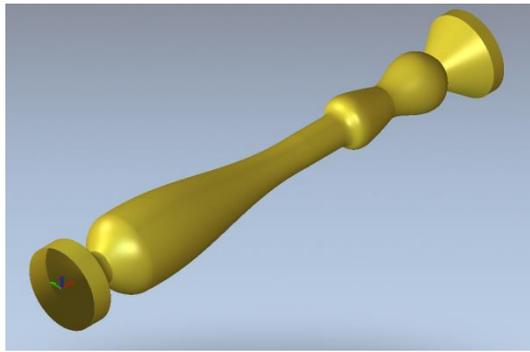

Рисунок 6
10. Полученная балясина (рис.6)